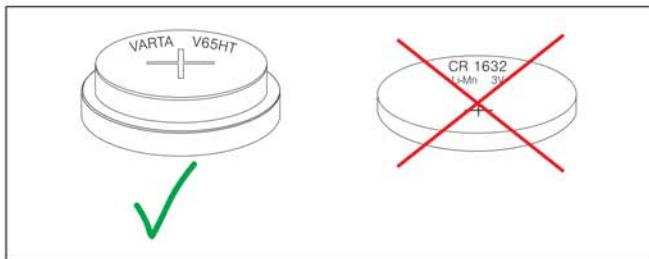

Abb. 10 Korrekte Akkus mit Polarität
- Achten Sie beim Einlegen der neuen Akkus auf die richtige Polarität: Plus (+) der Akkus zeigt nach oben (lesbar), der Minus (-) Pol der Akkus nach unten (Abb. 10).